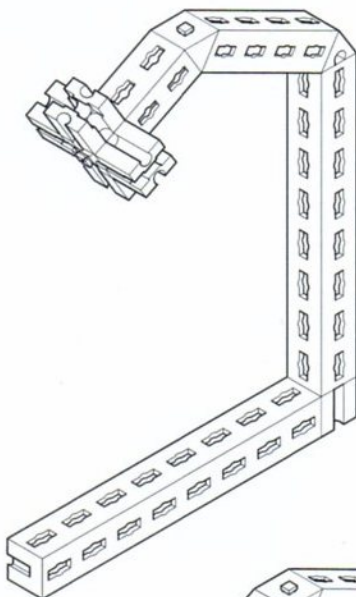

Abb. 2
1) Macht den Sockel des Ständers größer (Abb. 2). Eine Linie vom Massenmittelpunkt des Armes nach unten verläuft jetzt innerhalb des Sockelbereichs.